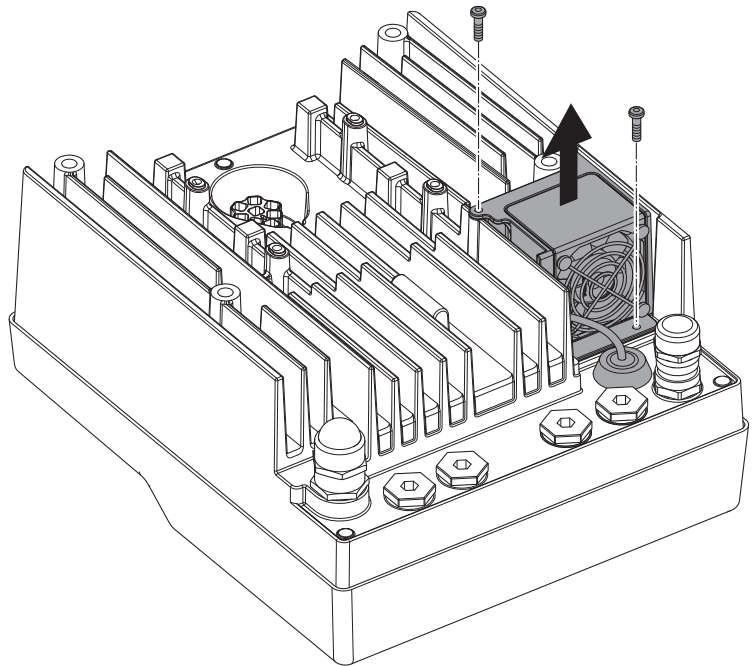

Fig. 47: Demontering av modulventilatoren
- Løsne skruene til modulventilatoren (Fig. 47).